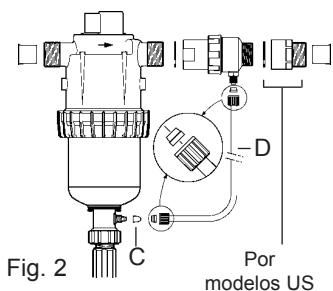

Fig. 2
Para los modelos Inyección Externa (IE) que permiten de trabajar con ciertos concentrados corrosivos, el Dosatron se entrega con un subconjunto inyección externa (Fig. 2-D).